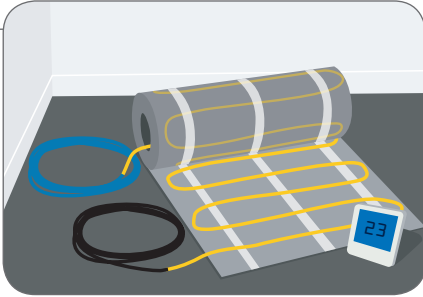
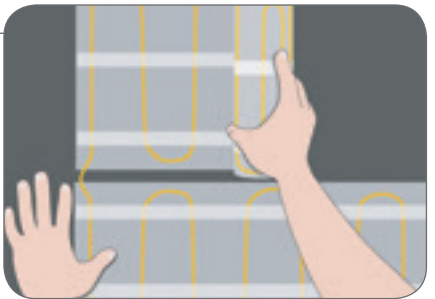

Fig. 2
Fig. 3
- B. Plan: Desenați camera pe hârtia grafică (fig. 2). Rețineți că trebuie să desenați toată mobila/dulapurile fixe etc. și locația termostatului/alimentării electrice. Covorul de încălzire nu trebuie să fie instalat sub elemente fixe pe podea, cum ar fi dulapuri, căzi de baie, toalete etc. Produsul Veria Quickmat trebuie să aibă o dimensiune în m² mai mică decât suprafața disponibilă de podea. Întreaga suprafață „suplimentară” de podea (fără încălzire în podea) se întinde de-a lungul pereților. Desenați covorul Veria Quickmat (l: 48 cm) cu un spațiu liber de 2 cm între liniile de pe plan. Rețineți că plasa adevzivă de sub cablul de încălzire poate fi tăiată prin schimbarea direcției pe plan (fig. 3).